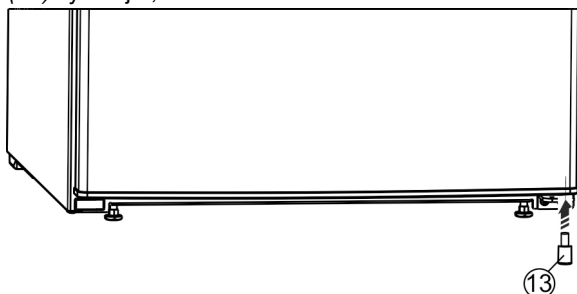

Fig. 11
- ▶ Distanční vložku Fig. 11 (13) opět vsadíte vpravo dole do dveří; je důležitá pro stabilitu přístroje.